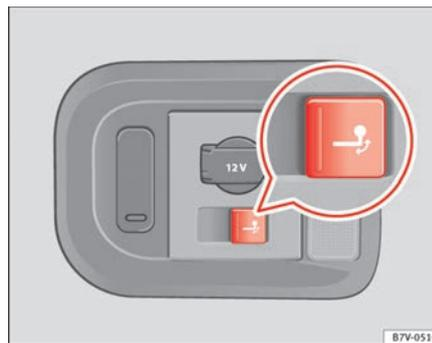

Abb. 163 Rechts im Gepäckraum: Taste zum elektrischen Schwenken des Kugelkopfs.
- Taste ⇒ **Abb. 163** kurz ziehen. Der Kugelkopf wird elektrisch entriegelt und schwenkt selbstständig heraus, die Kontrollleuchte in der Taste blinkt.
- Taste ⇒ Seite 268, Abb. 163 kurz ziehen. Der Kugelkopf wird elektrisch entriegelt, die Kontrollleuchte in der Taste blinkt.